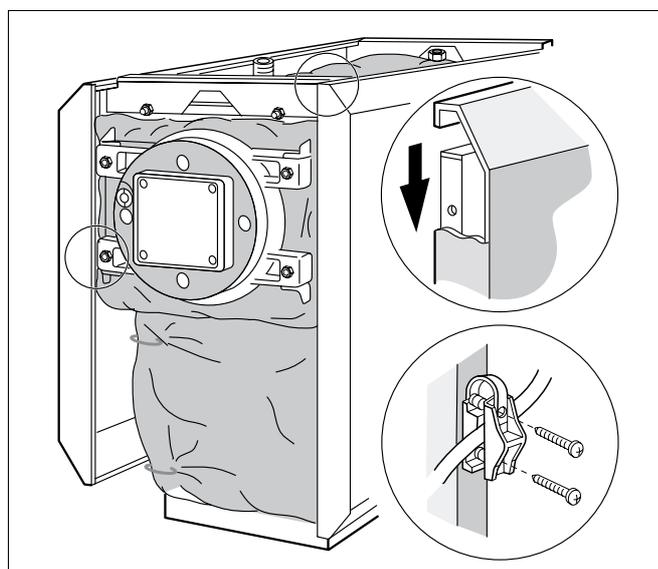

Fig. 10 Agganciare i pannelli laterali e montare il cavo del bruciatore
- Sollevare i pannelli laterali e agganciarli in alto, inserendo il bordo ripiegato nelle traverse laterali (fig. 10).
- Premere i terminali dei materassini termoisolanti dietro le piegature dei pannelli laterali (fig. 10).
- Montare il fermo antitrazione per il cavo del bruciatore, con entrambi gli spinotti nei fori della piegatura del pannello laterale sinistro oppure destro (fig. 10).
- Determinare la lunghezza utile per il cavo del bruciatore, inserirlo nel fermo antitrazione, chiudere la linguetta e fissare il fermo antitrazione con due viti autofilettanti (fig. 10).